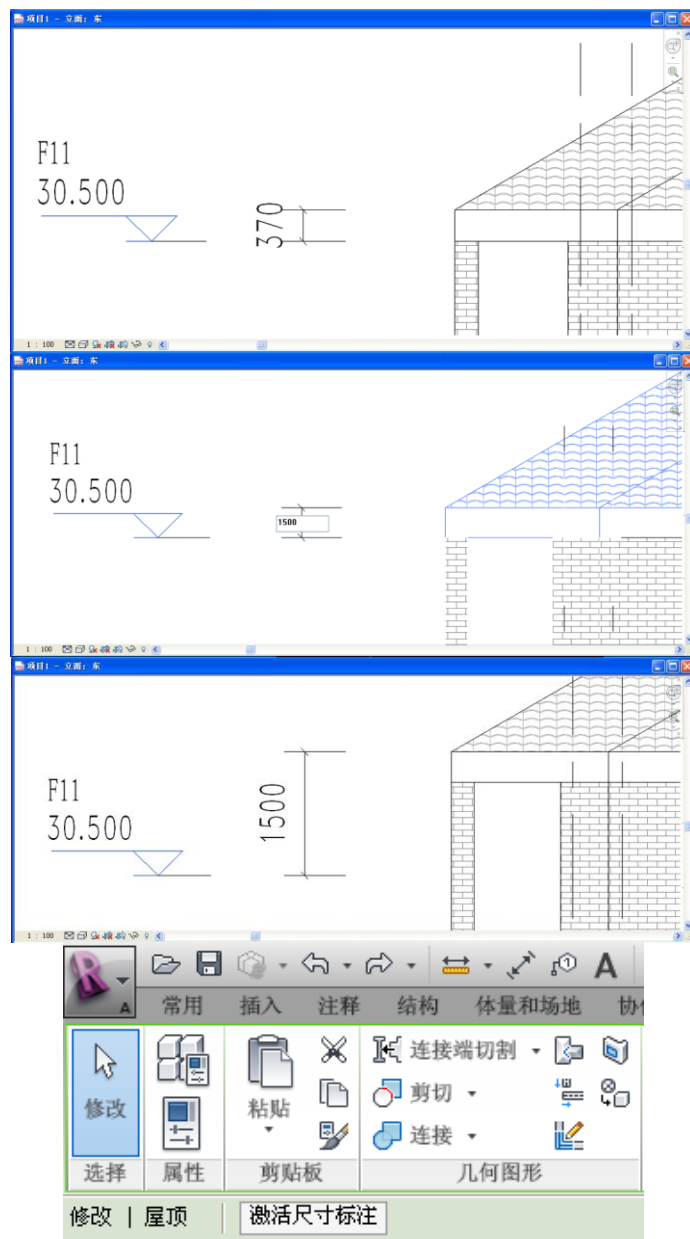

图 4-49
- 7) 进入东立面视图，在屋顶边缘与 F11 标高之间添加尺寸标注，然后选择屋顶，点击“激活尺寸标注”，修改尺寸标注数值为 1500，附着墙体高度自动调整（如图 4-49 所示）。